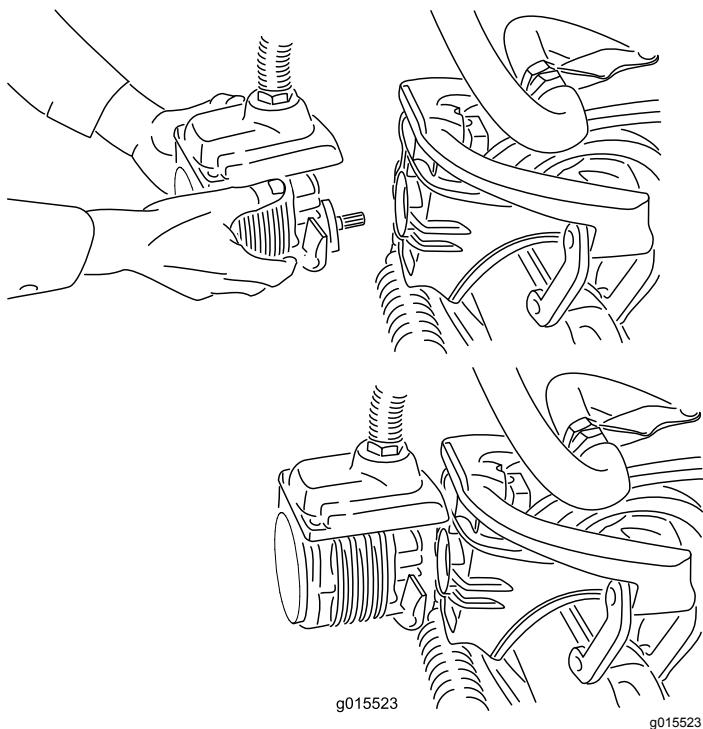

Bild 40
4. Legen Sie den Motor am Aufbewahrungsplatz vorne am Aufhängearm ab (Bild 40).